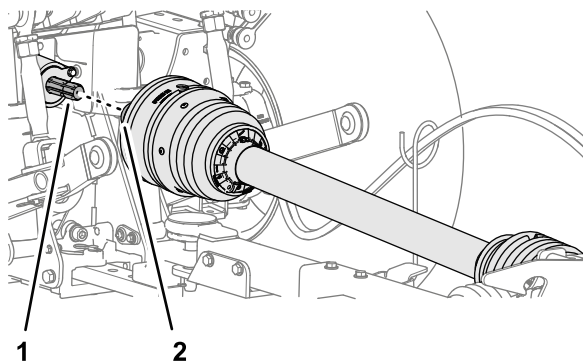

Figure 30
1. Alignez le raccord rapide de l'arbre d'entraînement de PDF et l'arbre de sortie de la PDF (Figure 30).